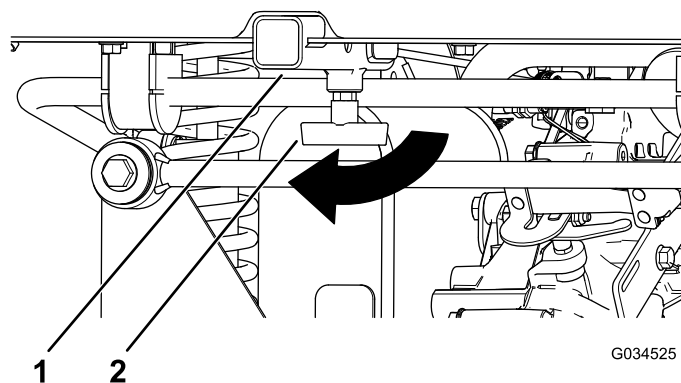

Рисунок 17
2. Вставьте принадлежность в приемное устройство до упора (Рисунок 17).
1. Ослабьте Т-образную рукоятку, повернув ее по часовой стрелке (Рисунок 17).